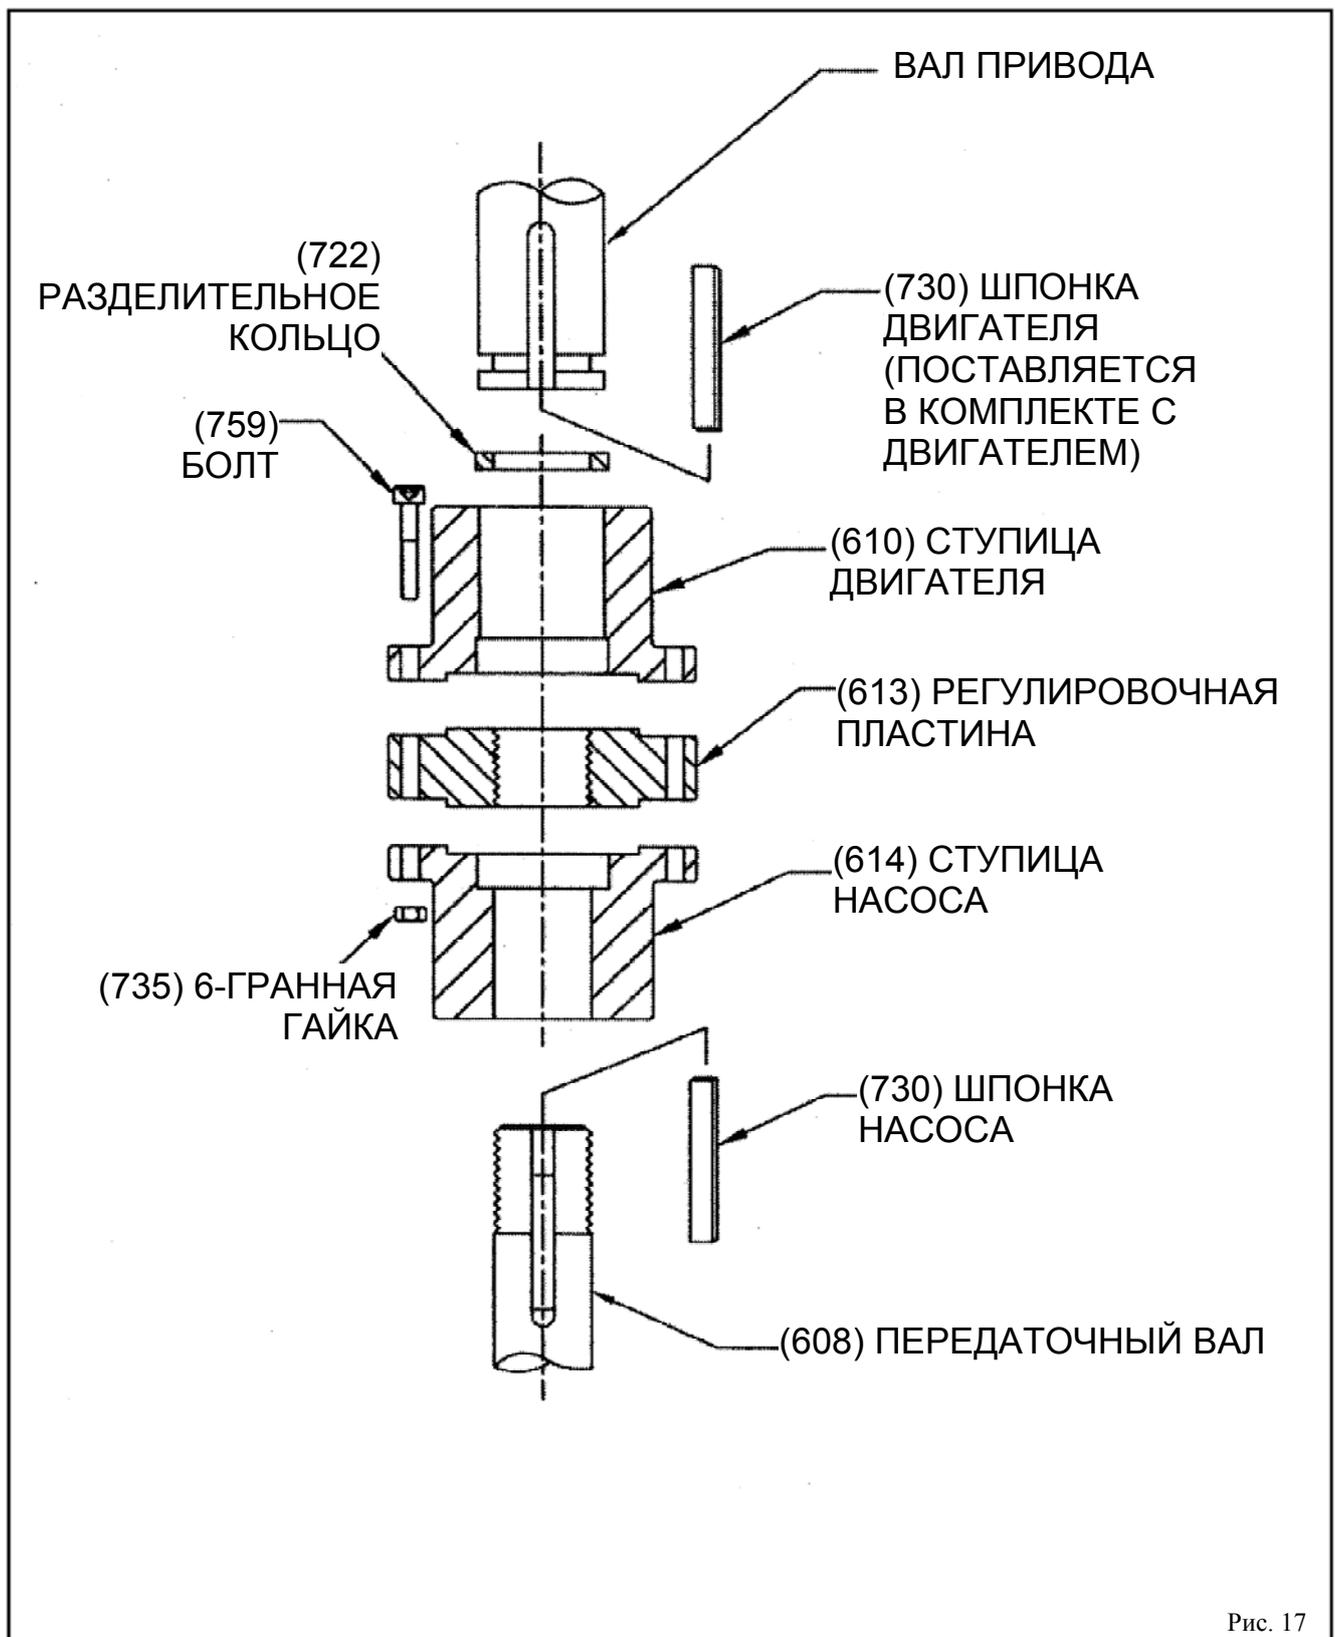

Рис. 17
Соединение между карданным валом и валом нагнетательного патрубка может быть неразделительного типа (см. рис. 17) или разделительного типа (см. рис. 18). Последнее используется на насосах, поставляемых с механическим уплотнением, что позволяет проводить обслуживание сальника без удаления привода.
УСТАНОВКА МУФТ (рис. 17 и 18)
- Муфта между передаточным валом и валом насоса может быть неразделительного типа (см. рис. 17) или разделительного типа (см. рис. 18). Последняя используется на насосах, поставляемых с механическим уплотнением, что позволяет проводить обслуживание уплотнения, не поднимая механизм.